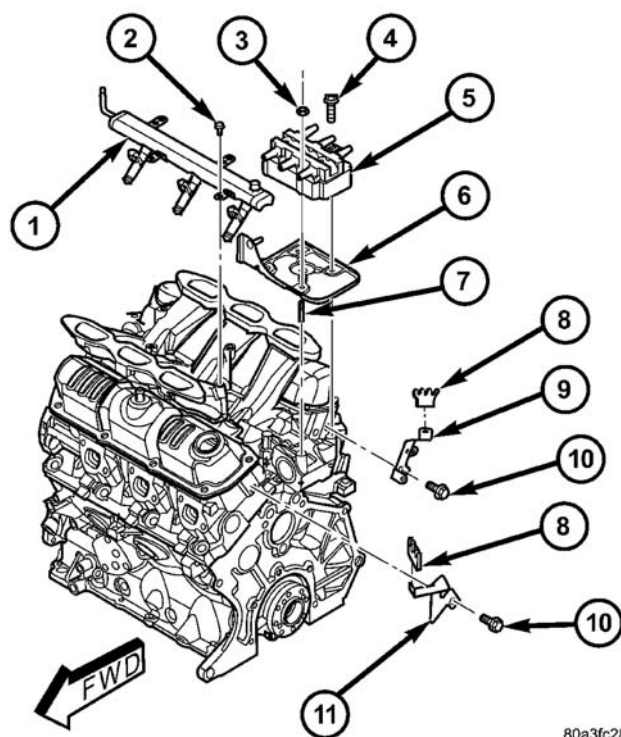
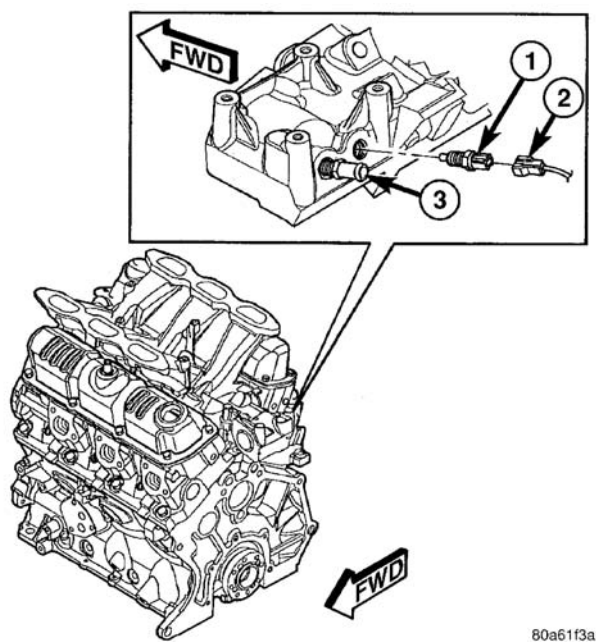
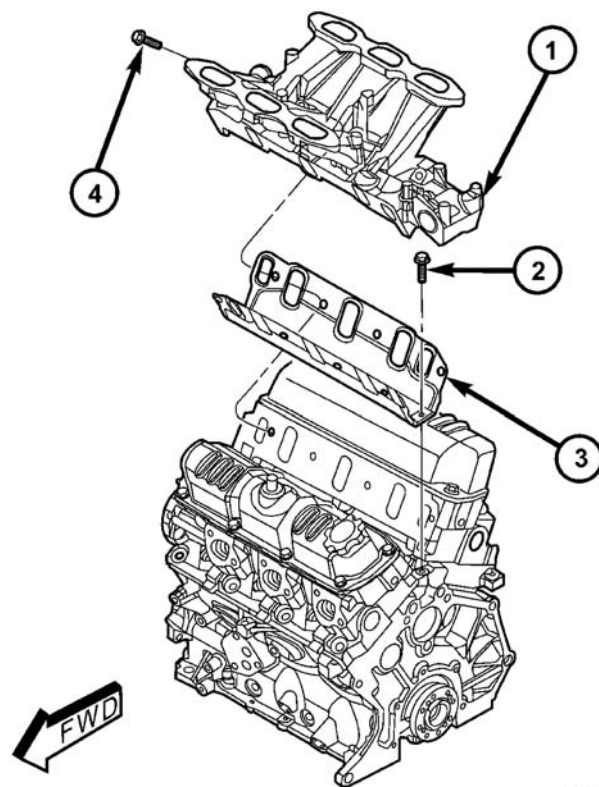
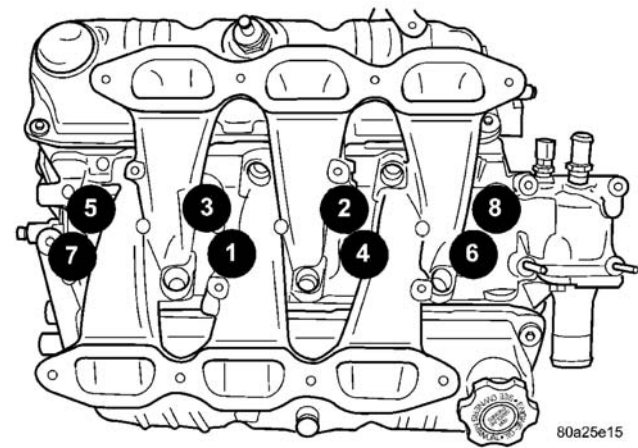

图 125 燃油导轨和点火线圈和支架
图 126 ECT 传感器和加热器供应
图 127 进气歧管一下
图 129 下歧管紧固顺序
(1) 进行燃油系统压力释放程序（**试图进行任何修理之前**）。（参见 14-燃油系统/燃油输送-标准程序）
(2) 排放冷却系统。（参见 7-冷却-标准程序）
(3) 卸下上进气歧管。（参见 9-发动机/歧管/进气歧管-拆卸）
(4) 卸下燃油管路。（参见 14-燃油系统/燃油输送/燃油管路-标准程序）（参见 14-燃油系统/燃油输送/快速连接接头-标准程序）
(5) 卸下点火线圈和支架（图 125）。
(6) 断开加热器供应软管和发动机冷却液温度传感器（图 126）。
(7) 断开燃油喷嘴电缆束。
(8) 卸下燃油喷嘴和导轨组件（图 125）。
(9) 卸下散热器上软管。
(10) 卸下进气歧管螺栓。
(11) 卸下下进气歧管（图 127）。
(12) 卸下进气歧管密封固定器螺丝（图 127）。卸下进气歧管垫片。
(13) 检查并清洁歧管。（参见 9-发动机/歧管/进气歧管-检查）（参见 9-发动机/歧管/进气歧管-清洁）
(2) 小心地安装新的进气歧管垫片（图 127）。紧固端密封固定器螺丝至 12N.m(105in.lbs.)。
(3) 安装下进气歧管（图 127）。安装螺栓和拧紧至 1N.m(10in.lbs.) 的扭矩。然后拧紧螺栓至 22N.m(200in.lbs.)，按（图 129）所示的顺序。然后再次拧紧至 22N.m(200in.lbs.) 的扭矩。在进气歧管到位后，**进行检查，确保密封在其位。**
(4) 安装燃油喷嘴和导轨组件。（参见 14-燃油系统/燃油输送/燃油导轨-安装）
(5) 连接燃油喷嘴电气线束。
(6) 连接发动机冷却液温度传感器（图 126）。
(7) 连接加热器供应（图 126）和散热器上软管至歧管。
(8) 连接燃油管路。（参见 14-燃油系统/燃油输送/快速连接接头-标准程序）
(9) 安装上进气歧管。（参见 9-发动机/歧管/进气歧管-安装）
(10) 连接蓄电池负极电缆
(11) 加注冷却系统。（参见 7-冷却-标准程序）